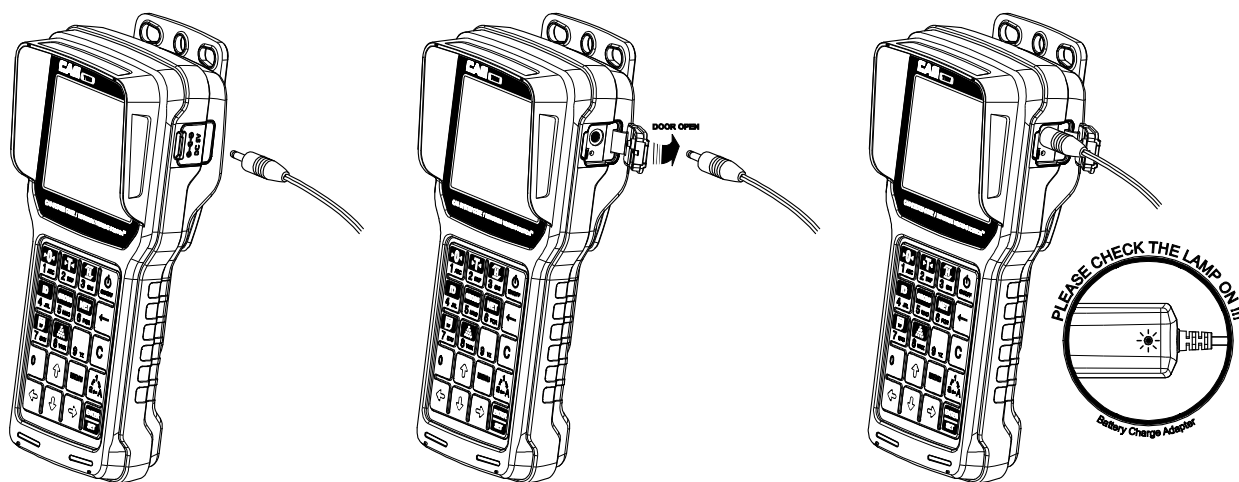

Рисунок 7.1 – Подключение адаптера для зарядки аккумулятора
- Для подзарядки аккумулятора подключить штекер адаптера к разъёму, расположенному сбоку пульта TWN под защитной крышкой (см. рисунок 7.1). При подключении адаптера включается красный светодиод (питание от адаптера). При полном заряде аккумулятора красный светодиод (питание от адаптера) включается зеленым цветом.